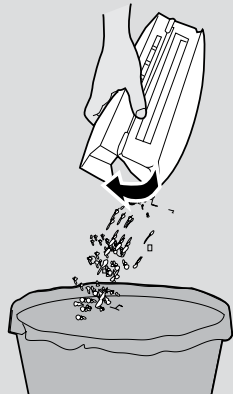

Fig. 18
2. Fixar o recipiente de poeira sobre um caixote de lixo. **[Fig. 18]**